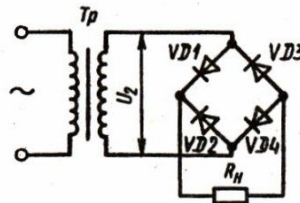

Рис. 4.3. Мостовой выпрямитель
где U_{2m} – амплитуда напряжения вторичной обмотки трансформатора. Для двухполупериодного выпрямителя со средней точкой (рис. 4.2) и мостовой схемы (рис. 4.3)
7. Для двухполупериодной мостовой схемы выпрямителя (рис. 4.3) определить обратное напряжение на диодах, если через каждый диод идет ток $I = 250 \text{ мА}$, а сопротивление нагрузки $R = 680 \text{ Ом}$.